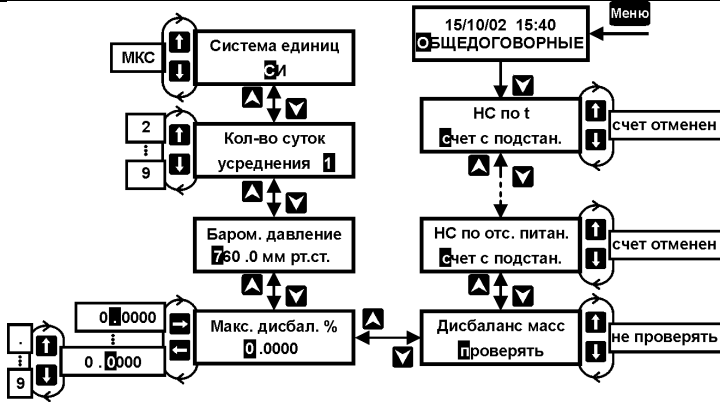

Рисунок 8 – Установка общедоговорных параметров
Установка общедоговорных параметров осуществляется при выборе пункта меню 1–ого уровня **ОБЩЕДОГОВОРНЫЕ** (см. рисунок 8).
- выбирается условие «Дисбаланс масс – проверять» (см. рис.8);